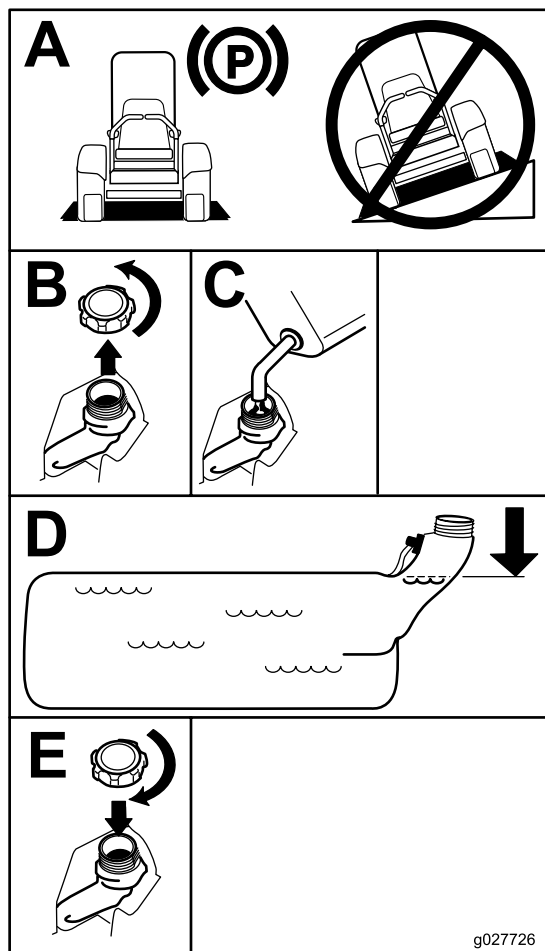

Figura 6
4. Llene el depósito de combustible hasta la parte inferior del cuello de llenado (Figura 6).